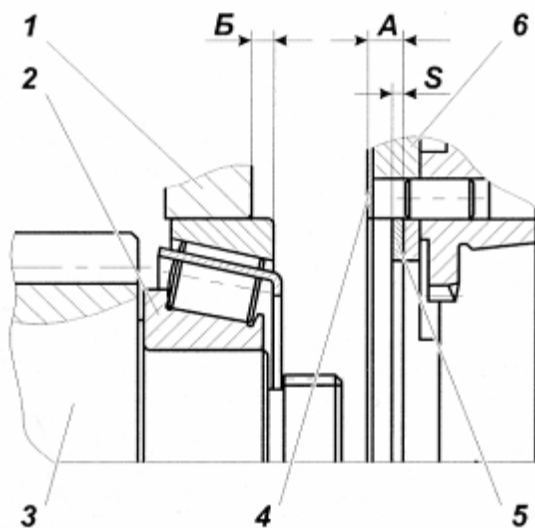

Рис. 105:
3.1 Замерить абсолютные величины размеров А (между торцами уплотнительной прокладки и проставки) и Б (между торцами картера и подшипника) рис. 105. При этом, торец ступицы шестерни привода промежуточного вала должен быть плотно (под усилием собственного веса вала) прижат к торцу технологического приспособления, а наружное кольцо заднего подшипника - к роликам.
4 Демультипликатор с установочными прокладками, подобранными по п. 3, пристыковать к картеру коробки передач, обеспечив затяжку болтов крепления демультипликатора к коробке передач с $M_{кр}=215,74...274,5 \text{ Н}\cdot\text{м}$ (22...28 кгс·м). Перед установкой демультипликатора на уплотнительную прокладку поз. 5 (рис. 105) с обеих сторон нанести герметик УГ-9 ТУ 6-01-1326-86 или УГ-6 ТУ 6-01-1285-84 непрерывной полосой шириной 2...3 мм по контуру.